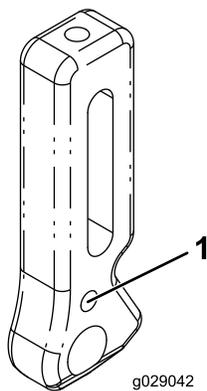

Figura 1
**Nota:** As unidades de corte Reelmaster da série 5010 mais antigas podem não ter o furo roscado nos suportes de altura de corte frontais necessário para a instalação deste kit (Figura 1). Se os suportes não têm este furo roscado, contacte o distribuidor autorizado Toro para solicitar os suportes de substituição (peça Toro número 125–2796). Instale os suportes de substituição antes de instalar a barra do cesto ou a barra do rastelo.